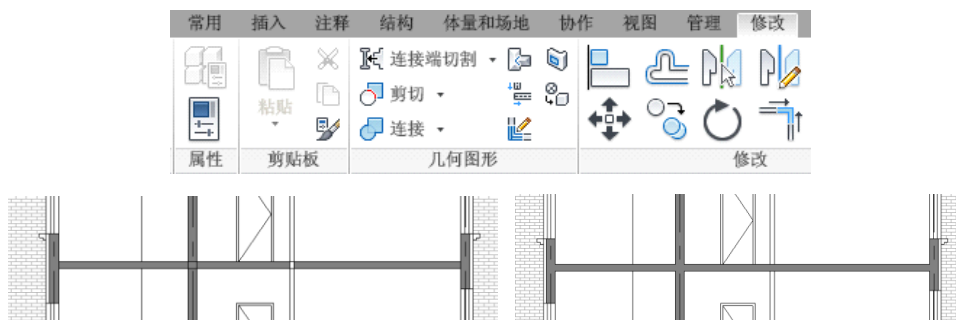

图 5-73
- 12) 点击“修改”选项卡>“连接”按钮，在图示四个交接位置顺次点击墙与楼板，使其得到图示效果，执行相同操作完成其他标高墙与楼板交接的修改（如图 5-73 所示）。